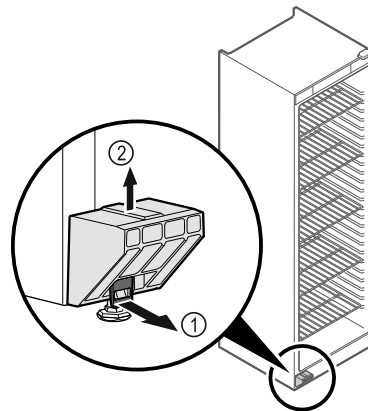

Fig. 4
▶ Tirar hacia delante la lengüeta Fig. 4 (1).
▶ Quitar hacia arriba la protección para el transporte Fig. 4 (2).